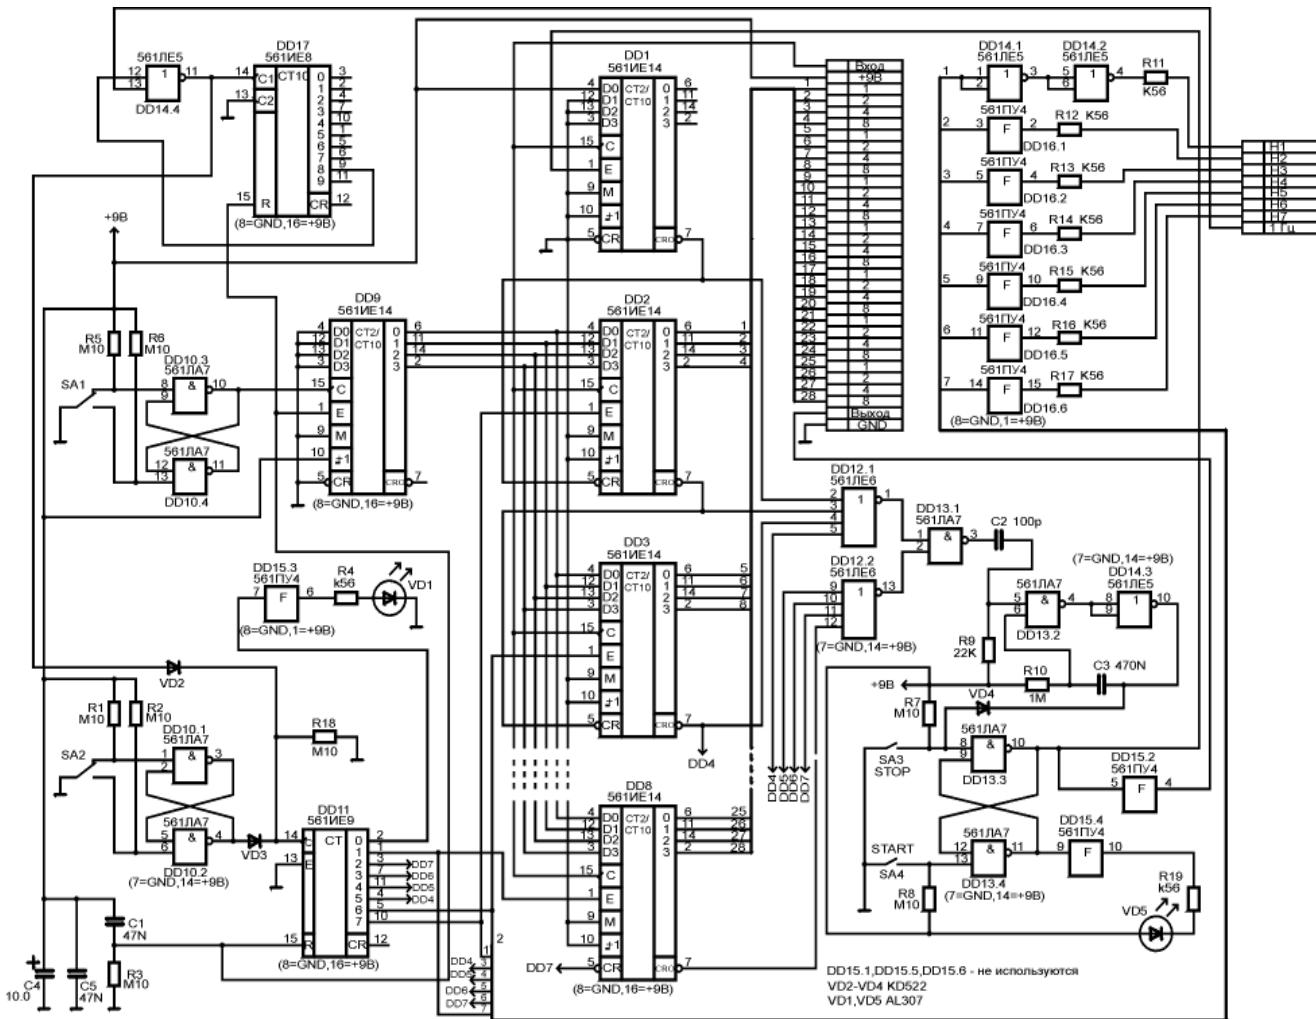

рис. 4
Принципиальная схема цифрового блока показана на рис.4. Он состоит из линейки десятичных счетчиков с предварительной установкой, узлов обнуления счетчиков при включении, предварительной установки показаний и формирователя выходных сигналов. При подаче питания на схему микросхемы DD9, DD11, DD17 устанавливаются в начальное состояние импульсом с конденсатором C1 и резистором R3. У счетчиков DD1-DD8 нет входа установки нулевого состояния, поэтому необходим узел на микросхеме DD17, DD14.4. Импульсы около 1 Гц, поступающие с генератора (схема которого показана на рис.5) на один из входов DD14.4, проходят на счетчик DD17, так как на втором входе ячейки присутствует уровень нуля, открывающий ее. Одновременно импульсы поступают на счетчик-декодатор DD11, выходы которого подключены к входам управления предварительной установкой микросхем DD1-DD8, и по очереди устанавливают каждый из них в нулевое состояние, так как микросхема DD9, исполняющая функцию предустановки, находится в состоянии нуля. Когда на DD11 приходит восьмой импульс, зажигается светодиод VD1, означающий состояние готовности. Одно-
**Детали.** В схемах на рис.2 и 3 желательно использовать резисторы типа С2-23, в крайнем случае, можно применить резисторы типа МЛТ ( $R_6$  составлен из двух резисторов сопротивлением 5,1 МОм), кроме резистора  $R_7$ . Последний составлен из двух резисторов сопротивлением 180 МОм (к сожалению, тип этих малогабаритных резисторов мне не известен). Микросхемы CA3140Е (см. рис.3) и K140УД22 (см. рис.2) можно заменить микросхемами КР544УД1А, а микросхемы серии K1533 (см. рис.3) - микросхемами серии K555. Подстроечные резисторы типов СП5-2, СП5-22. В остальных схемах можно использовать резисторы любого типа. Неэлектролитические конденсаторы, примененные в схемах, могут быть любого типа, подходящие по размерам. Электролитические конденсаторы - типа К50-35 или аналогичные, малогабаритные. В схемах на рис.4 и 7 можно использовать микросхемы серии K176, а также CD4029 (K561ИЕ14), CD4011 (K561ЛА7), CD4001 (K561ЛЕ5), CD4002 (K561ЛЕ6), CD4017 (K561ИЕ8), CD4022 (K561ИЕ9), CD4050 (K561ПУ4). Индикаторы типа АЛС338А можно заменить индикаторами типов АЛС324А, АЛС333А.